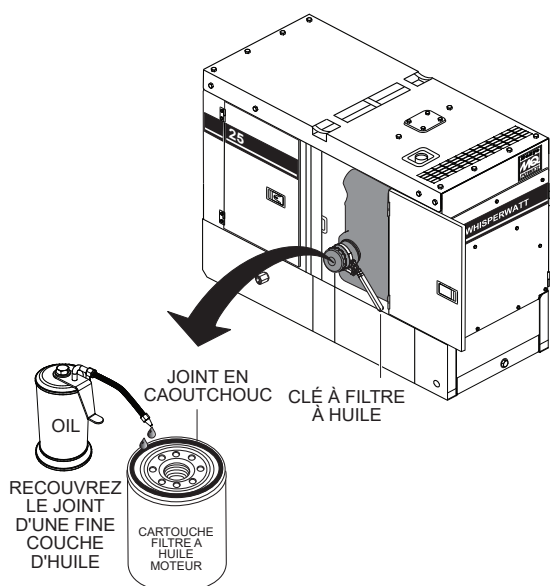

Figure 64. Dépose du filtre à huile
- À l'aide d'une clé pour filtre à huile (Figure 64), retirez le filtre à huile du moteur.
- Enduisez la surface du joint en caoutchouc (joint d'étanchéité) du filtre à huile (Figure 64) avec de l'huile moteur 15W-40 propre.